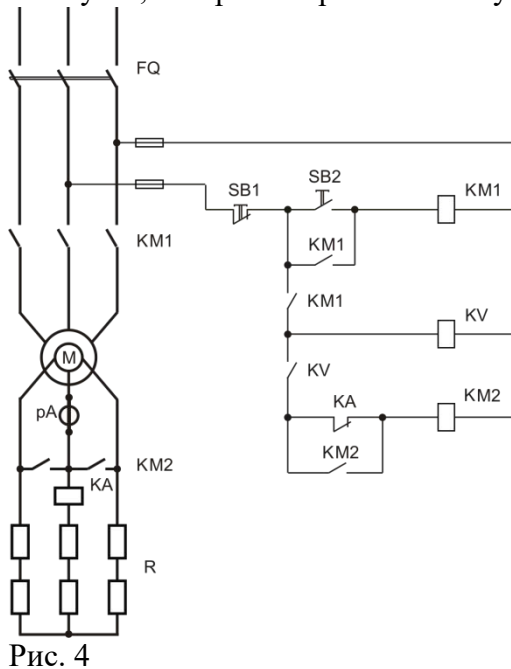

Рис. 4
4. Определить состав схемы (рис. 4), найти элементы схемы на щите. Собрать схему управления, проверить работу. Собрать силовую схему, проверить работу двигателя в процессе пуска, настроить правильный пуск. Продемонстрировать работу.